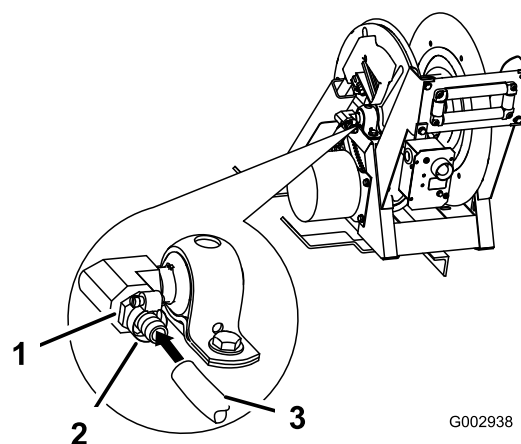

Figura 38
21. Aplique fita de Teflon no sentido contrário ao dos ponteiros do relógio, em torno das estrias do encaixe dentado (3/4 de polegada) e instale-o no pórtico de admissão ao lado da bobina da tubagem (Figura 38).